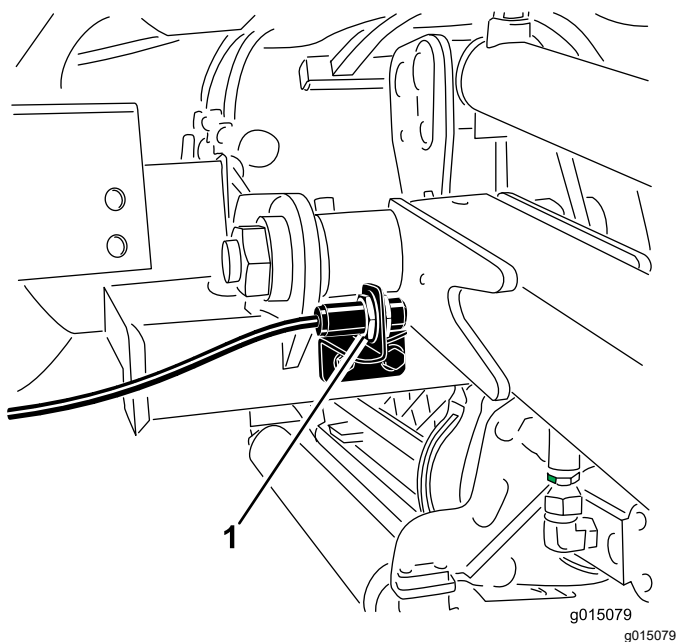

图 35
2. 提升臂开关位于右前方提升臂 (图 35) 后面。
3. 拧松开关安装螺丝图 35 并向上移动开关可增大提升臂的转向高度向下移动开关可减小提升臂的转向高度。